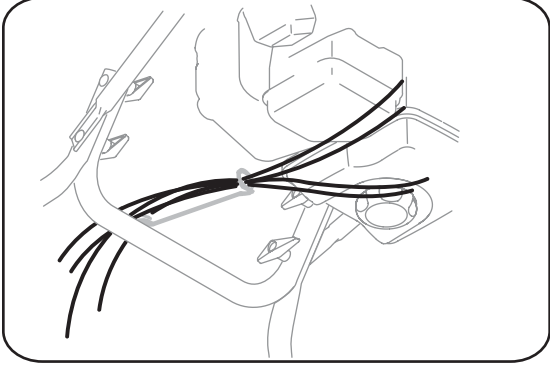

Figure 3-5
5. Vérifiez que tous les câbles sont acheminés dans le guide sur le dessus du moteur. Voir la Figure 3-5. Pour l'expédition, le fil électrique est maintenu sur l'arrière de l'habitacle de la tarière avec un attache-câble. Coupez l'attache-câble et jetez-le avant d'utiliser la souffieuse.